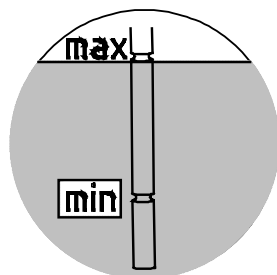

Abbildung 27: Ölstand prüfen mit Ölmesstab
4. **Getriebe mit Ölstandsbehälter:** Der Ölstand muss mit Hilfe der Verschlusschraube mit Peilstab (Gewinde G1¼) im Ölstandsbehälter geprüft werden. Der Ölstand muss zwischen der unteren und der oberen Markierung bei ganz eingeschraubtem Peilstab liegen (siehe Abbildung 27). Der Ölstand ist eventuell mit der entsprechenden Ölsorte zu korrigieren. Diese Getriebe dürfen nur in der im Kapitel 7.1 "Bauformen und Wartung" angegebenen Bauform betrieben werden.